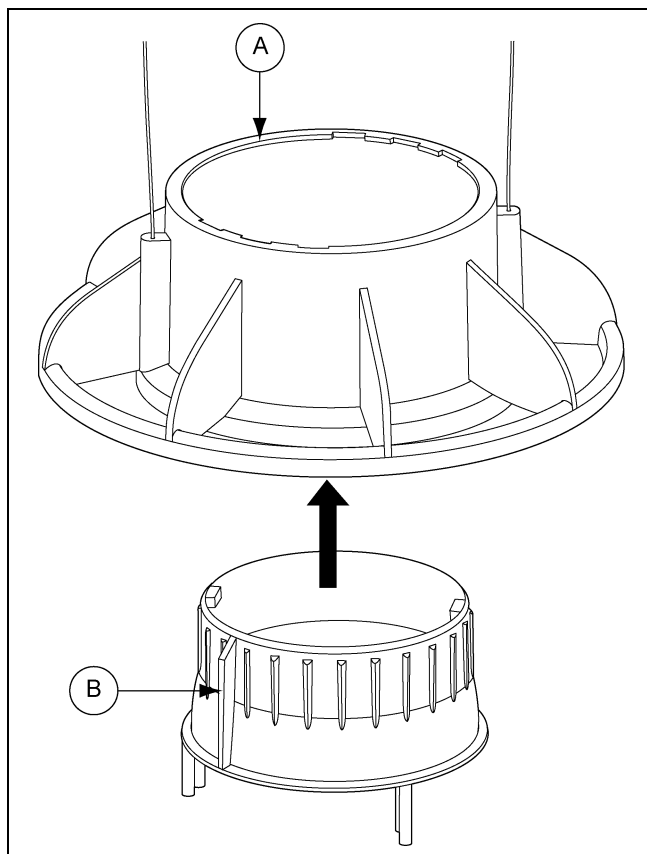

Рисунок 4D
4. Совместите две (2) направляющих на регуляторе уровня корма с двумя (2) прорезями на уровне корма, как показано на Рисунок 4D. Вставьте регулятор уровня корма в уровень корма в указанном направлении до упора.